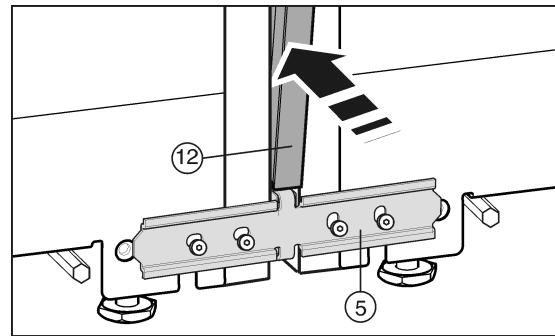

Fig. 27
Avant de mettre en place la baguette Fig. 27 (12), comprimer les deux nervures sur toute leur longueur. Ainsi la baguette se laisse introduire plus facilement dans la fente. Pour introduire la baguette, avoir recours à un chiffon doux pour prévenir des bosses dans la surface de la baguette. Enfoncer la baguette prudemment et de manière rectiligne dans la fente pour obtenir un assemblage optimal.
- ▶ Sur le côté avant, poussez la baguette Fig. 27 (12) longue dans la fente verticale. Veiller à ce que la baguette soit en contact avec la tôle de jonction Fig. 27 (5).